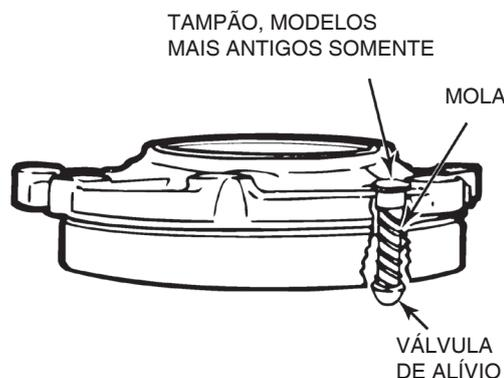

Figura 3.36
10. Se necessário, remova o conjunto da válvula de alívio de pressão da frente da caixa dos rolamentos do eixo de entrada. Remova o bujão, mola e a válvula de alívio da pressão do seu alojamento. Figura 3.36.